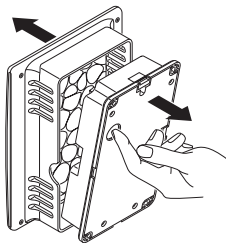

Figura 2
2. **Quite la tapa de la campana.** Mientras sujeta la cubierta de la campanilla con una mano, use el orificio en la base de la campanilla para sacar la base de la campanilla de la cubierta de la campanilla (vea la Figura 2). *Nota:* Para sacar la cubierta de la campanilla después de que se coloca la base de la campanilla, agarre firmemente la cubierta de la campanilla y tire.